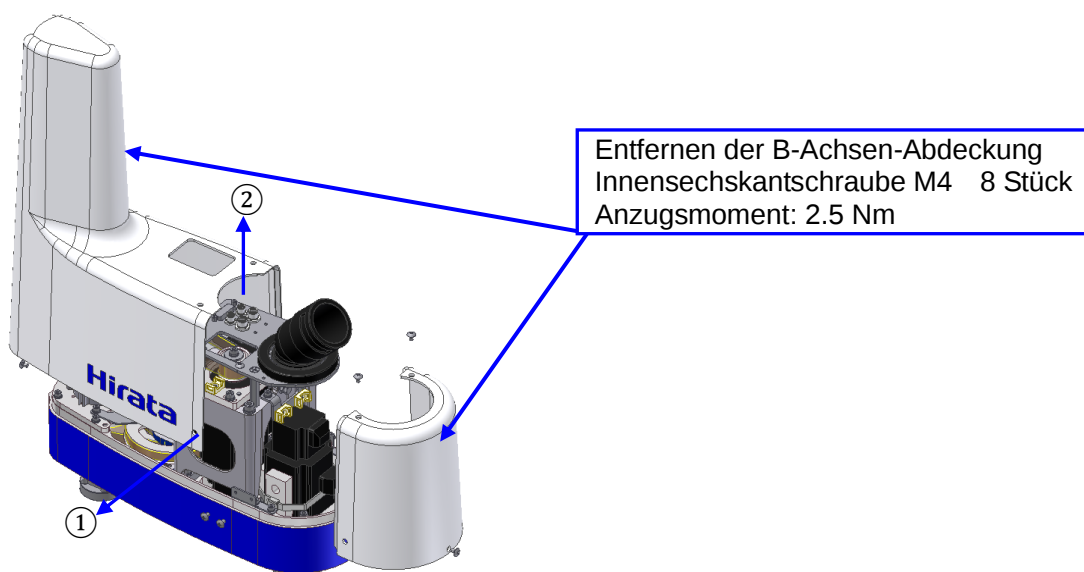

Bild 5-11 Entfernen der B-Achsenabdeckung
- (1) Netzspannung ausschalten.
- (2) Entfernen der B-Achsen-Abdeckung (1) und (2). Zuerst seitliche Abdeckung and obere Abdeckung entfernen. (Siehe Bild 5-11) (Innensechskantschraube M4×8 8 Stück)
- (3) Trennen der B-, Z-, und W-Achsen-Steckverbinder.